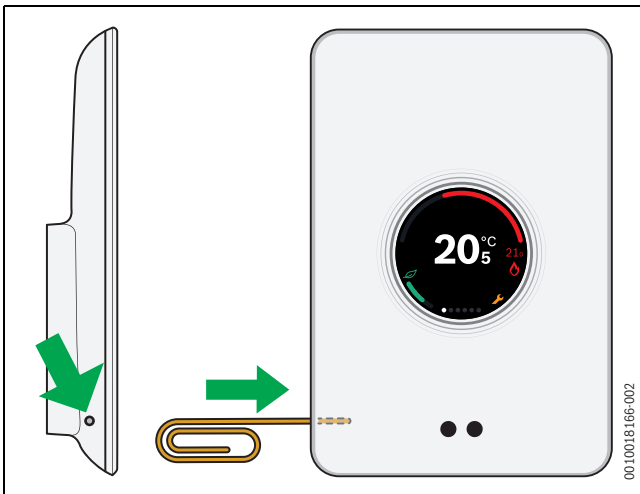

Bild 21 Hard-Reset
- ▶ Die Reset-Taste (→ Bild 21) einige Sekunden lang drücken.